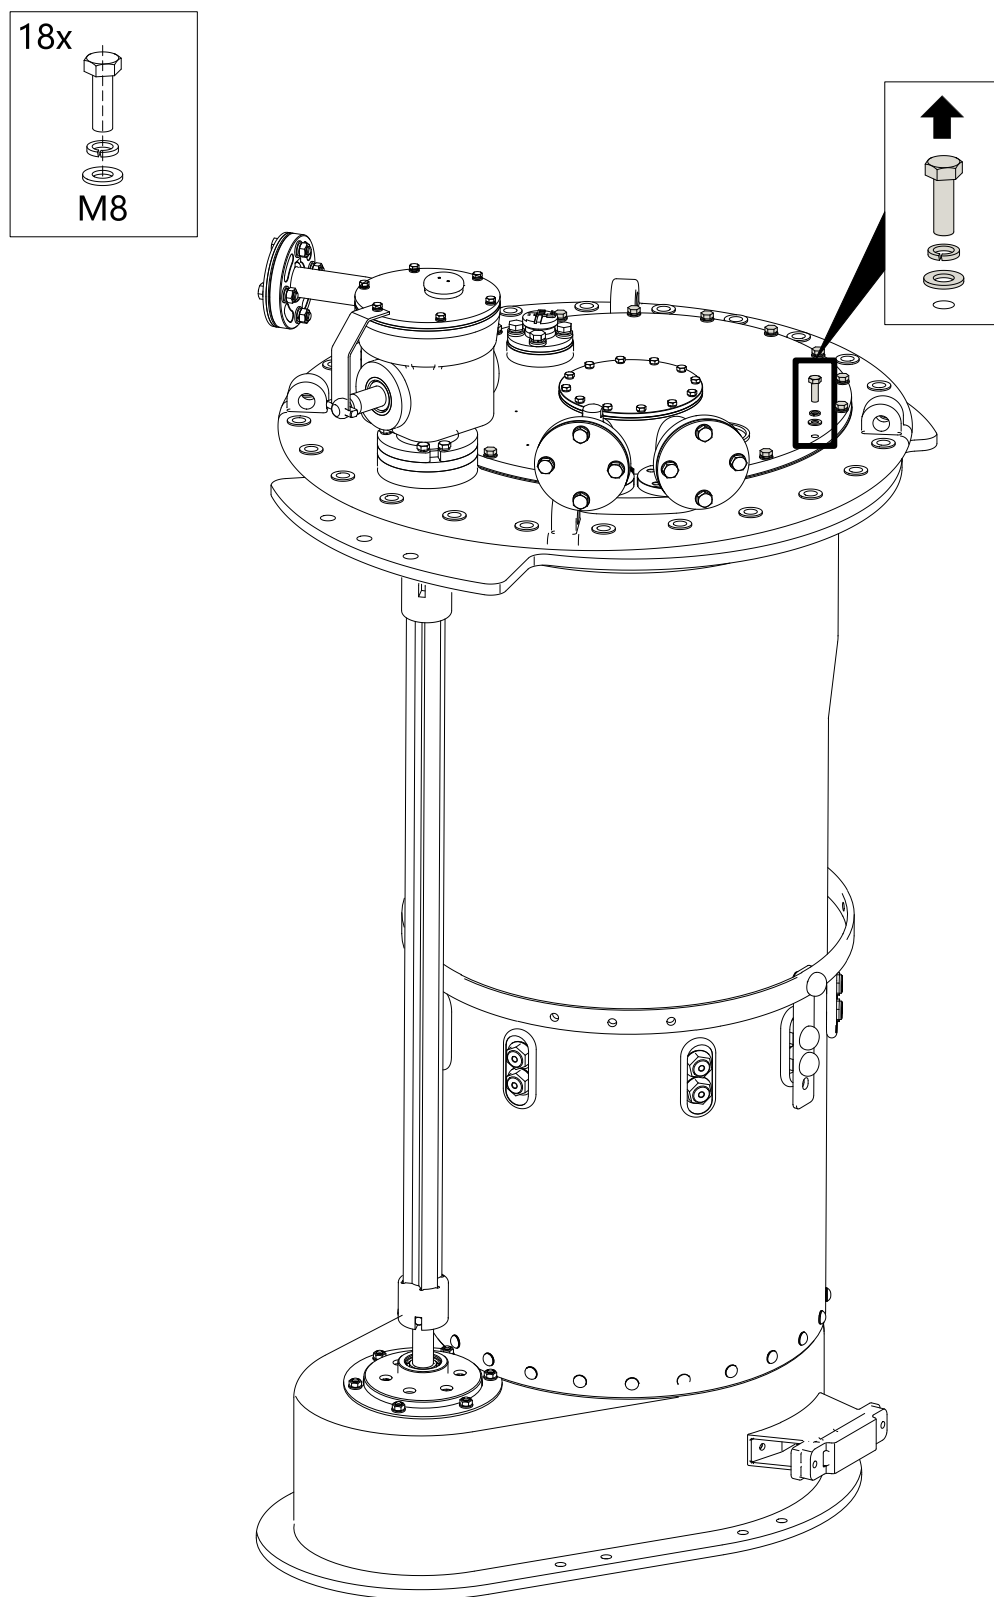

图 5-3 拆除顶盖螺钉
2. 使用 13mm 开口 / 套筒扳手，拆除 18 套 M8 螺钉，每套配弹簧垫圈 x1、平垫圈 x1，从 OLTC 安装法兰上拆除顶盖螺钉（见图 5-3）。